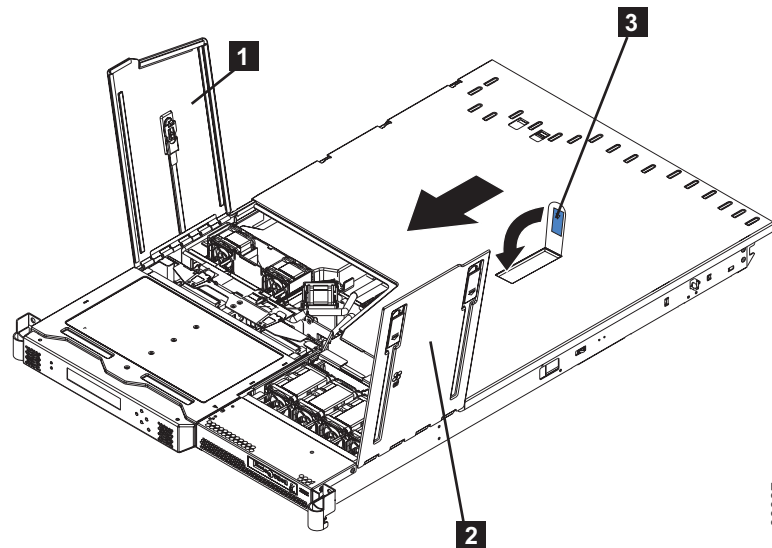

図 134. ファン・ドアを開いた状態の SAN ボリューム・コントローラー 2145-8F2
3. カバーを開くラッチ **3** (図 134 に示す) をすべてのカバーが SAN ボリューム・コントローラー 2145-8F2 のすべての差し込みつまみに収まるまで、下方に押し込みます。